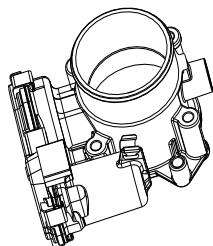

Рис. 9-11
4. Модуль дроссельной заслонки (рис. 9-11)